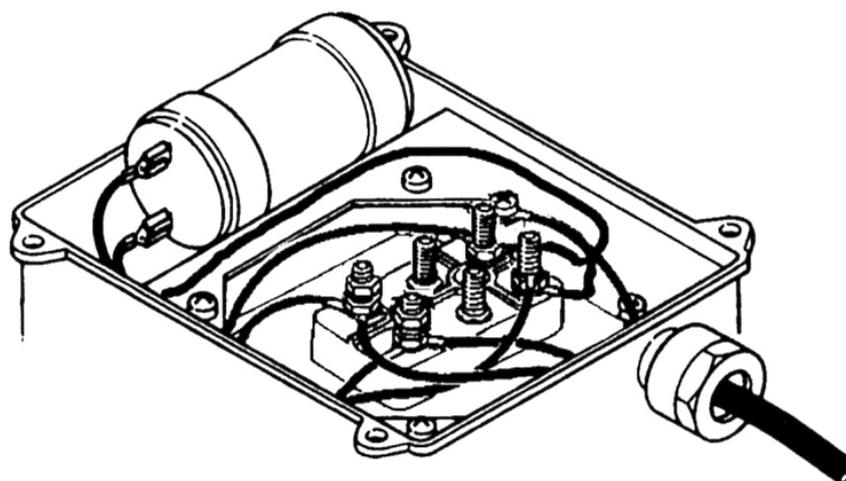

рис. 2
- Заземленный провод должен иметь соединение со всеми металлическими частями оборудования, по которым не проходит ток, но которые открыты и случайно могут оказаться под напряжением (рис. 2 и 4, стр. 8 и 10).